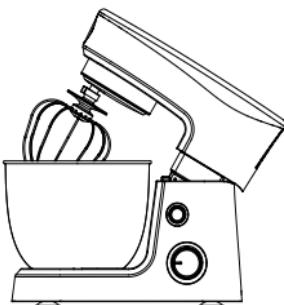
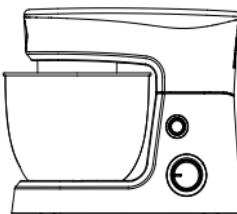

Рисунок 1
Рисунок 2
- Установите переключатель скоростей (3) в положение «0» (выключено) и убедитесь в том, что прибор отключен от сети.
- Отожмите кнопку фиксации наклона (2), моторная головка прибора (1) автоматически поднимется и зафиксируется в положении наклона.
- насадку для замешивания теста (6) при приготовлении всех видов теста, а также начинок для теста;
- насадку для смеcивания (8) при приготовлении маринадов, песочного теста, перемешивании фарша, картофельного или овощного пюре;
- насадку для взбивания (7) при взбивании крема, растопленного масла или маргарина, смесей для омлета, блинов, суфле.
- Поставьте чашу (5) на место. Для этого поставьте чашу на основание, затем поверните чашу по часовой стрелке, пока она не зафиксируется в правильном положении (рис.1).
- Опустите моторную головку с установленной насадкой (6/7/8) в чашу (5) следующим образом: придерживая моторную головку (1) одной рукой, опустите ее вниз. Характерный щелчок будет обозначать, что моторная головка установлена правильно.
- Убедитесь, что защитная крышка (10) на месте (рис.2).